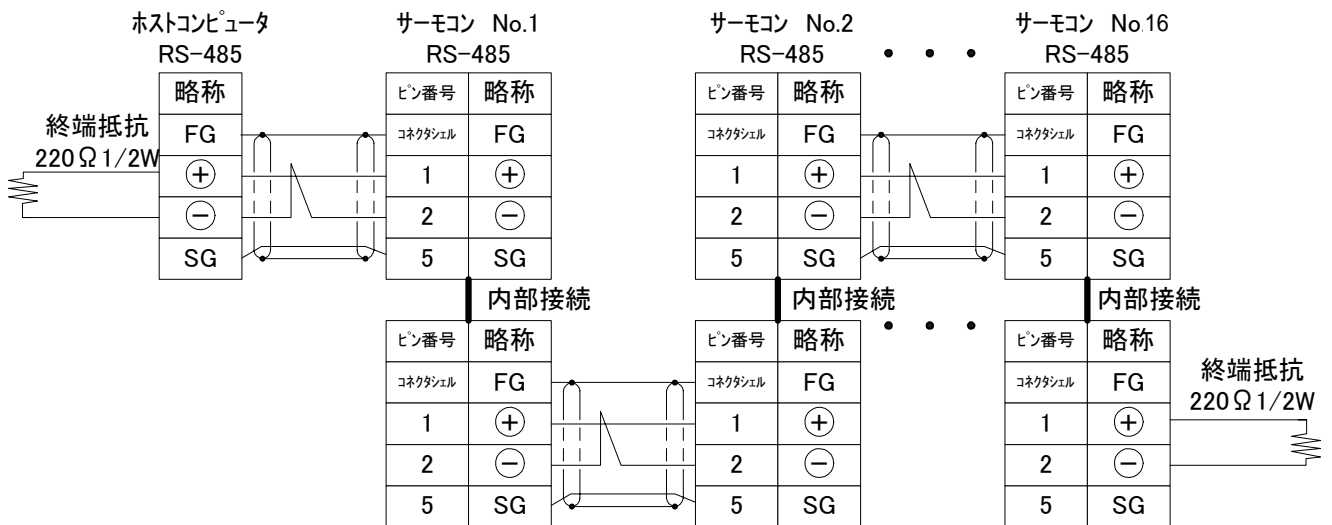
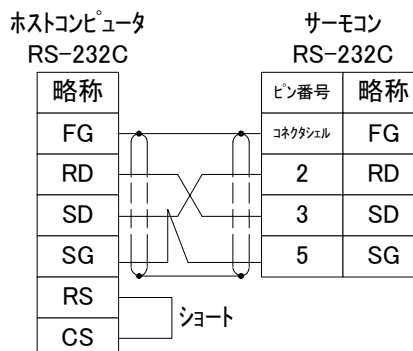

図 1-1 通信接続図(RS-485)
図 1-2 通信接続図(RS-232C)
- ・ 通信の接続図を図 1-1 と、図 1-2 に示します。